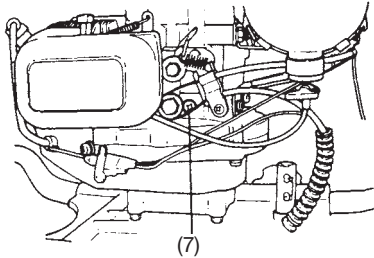

Fig. 12
- 2) Motorvarvsstyraren skall smörjas med #30-vikt olja (EP litium). Kapaciteten är 0.5 fl. oz. (16 ml) och bör kontrolleras efter 50 timmars användning med hjälp av nivåkontrollskruven. (Fig. 12) När kontrollskruven lossas, se till att skruvsidan vänds uppåt.